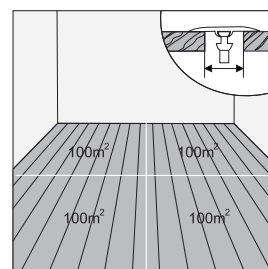

Fig.4
- Sur les surfaces dépassant 100 m² et/ou sur les longueurs/largeurs supérieures à 10 m linéaire il faut diviser le parquet en installant des joints de dilatation (**fig.4**) qui seront ensuite couverts par des profilés de transition.